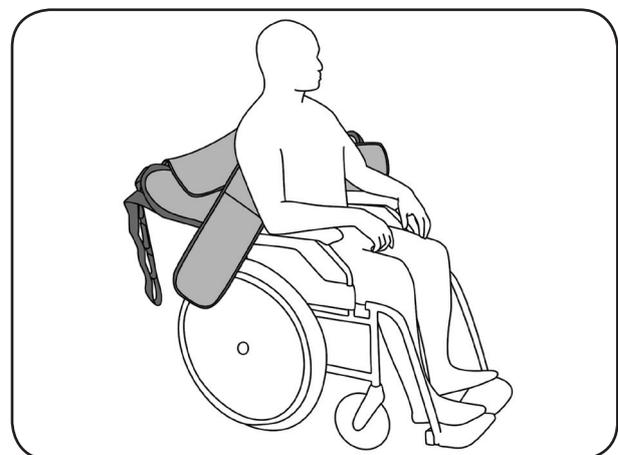

Abbildung 36
3. Neigen Sie den Oberkörper des Patient etwas nach vorne. Schieben Sie den aks-Aufrichtgurt mit seinem Mittelteil von hinten zwischen Patientenrücken und Stuhllehne, bis der Gurt auf Höhe der Taille liegt (Abbildung 36).